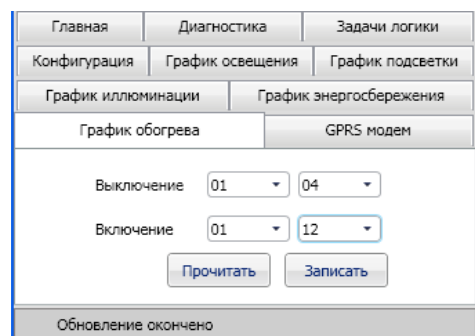

Рисунок 14
2.3.6 В окне «График обогрева» имеется возможность задать промежуток времени, на котором будет включен обогрев (число/месяц). Включение/выключение нагрузки (обогрева) происходит в 00:00 числа, записанного по графику (рисунок 14).